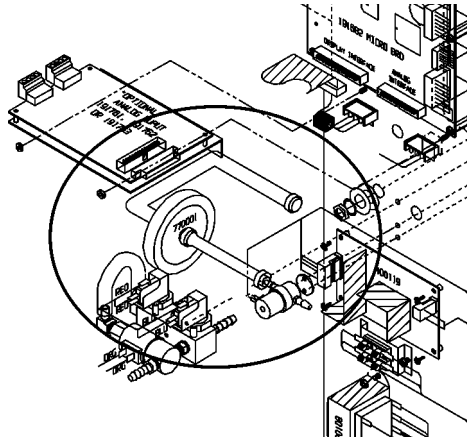

图 11-1. CO₂ 空气过滤器
3. 开口左侧为电子区域。找到 CO₂ 空气过滤器（图 11-1）。小心断开管道，并更换过滤器。